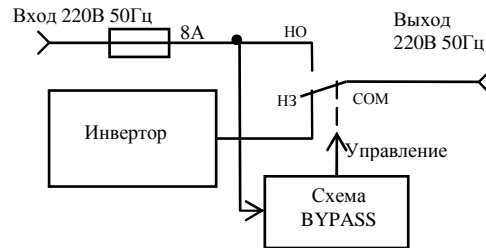

Рисунок 4. Основной источник – внешняя сеть (OFF LINE).
- **OFF LINE** если основным источником является внешняя **сеть**, то после отключения её, питание на выход изделия будет поступать с инвертора (см. рис. 4).